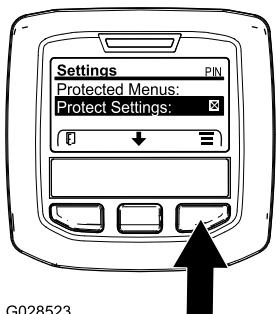

Figura 8
1. En el MENÚ PRINCIPAL, utilice el botón central para desplazarse hacia abajo hasta el MENÚ CONFIGURACIÓN y pulse el botón derecho (Figura 8).